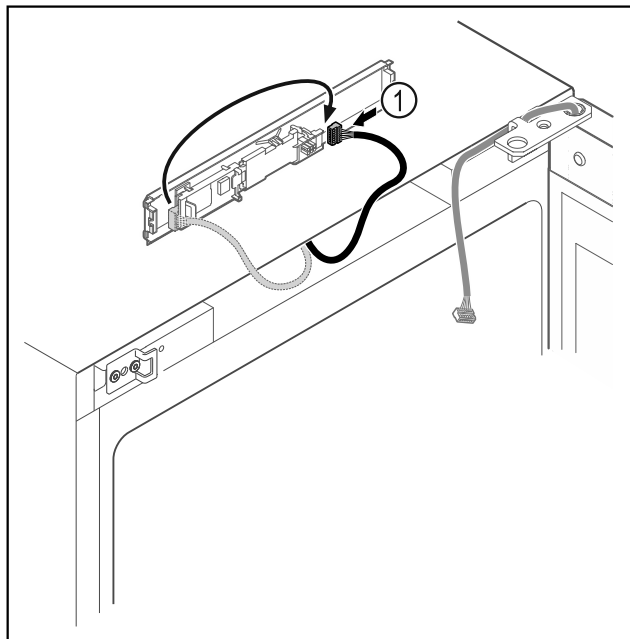

Fig. 15
- Stekker Fig. 15 (1) op printplaat verwisselen.